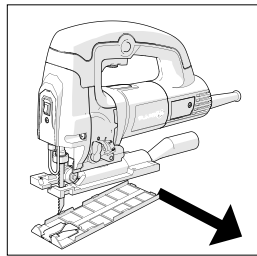

Abb. 6
- Den Fußplattenschuh aus Kunststoff lösen und für den späteren Wiederaufbau sicher aufbewahren. (**Abb. 6**)